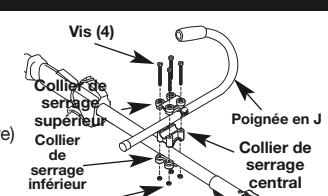

Fig. 1
2. Tenez le collier de serrage inférieur par la partie inférieure du corps de l'arbre, à environ 7-8" (17-20 cm) de la poignée de l'arbre (Fig. 1).
3. Placez la poignée en J entre les colliers de serrage supérieur et du milieu (Fig. 1).
4. En tenant les trois pièces ensemble, passez les quatre (4) vis dans les colliers de serrage supérieur et du milieu.